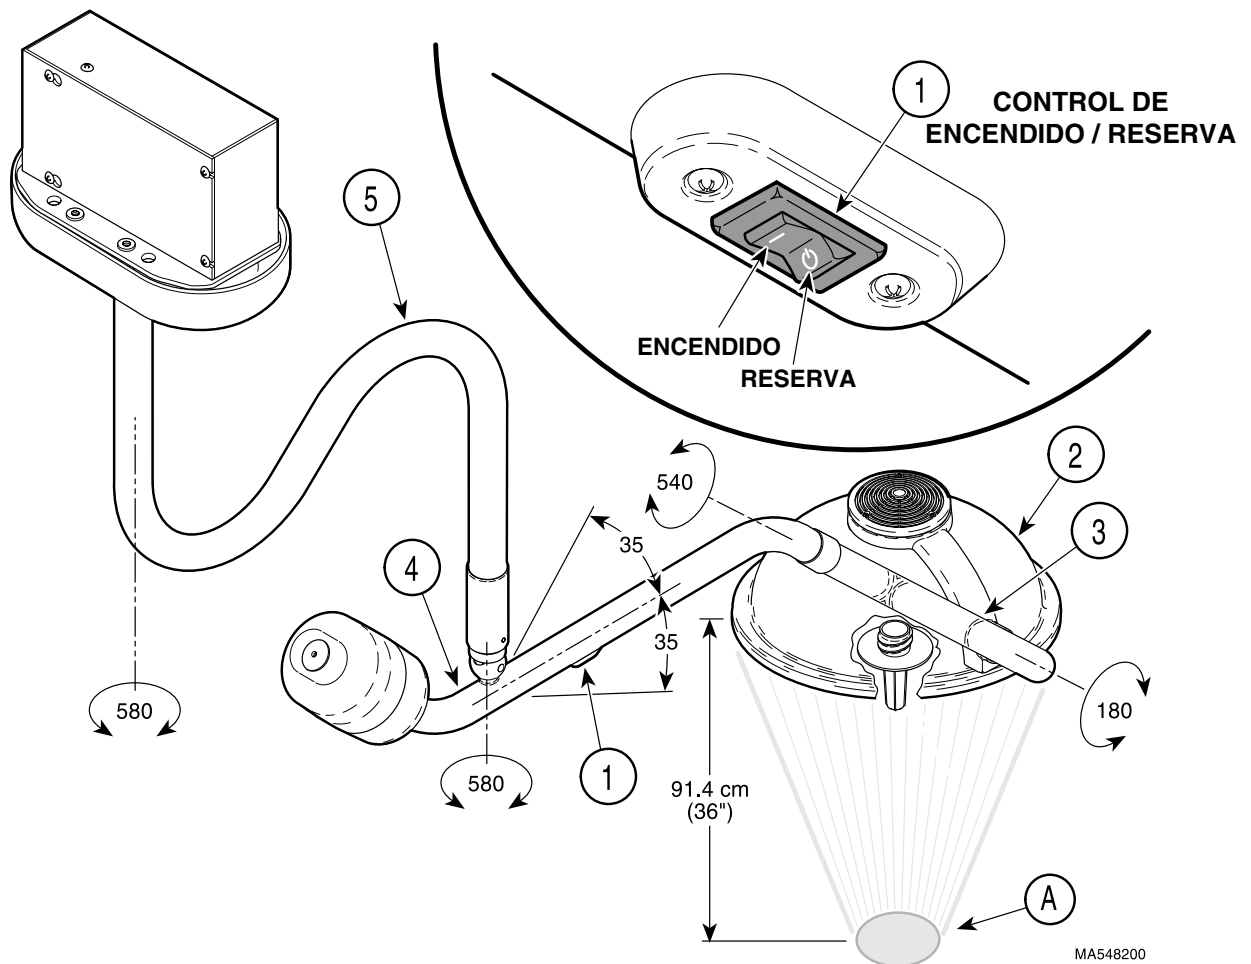

Figura 9. Prueba de funcionamiento
- (1) Girar el interruptor de ENCENDIDO / RESERVA (1, figura 9) a ENCENDIDO "I"
- (2) Observar. Debe iluminarse la luz.
- (3) Colocar la luz a 91,4 cm (36 in.) de la mesa y dirigir la luz a la mesa.
- (4) Observar. Debe haber un modelo circular de luz brillante (A) distribuido uniformemente, de aproximadamente 20,3 cm (8 in.) de diámetro, en la superficie de la mesa.
- (5) Girar la lámpara frontal (2), el tubo de la lámpara (3), el tubo transversal (4) y el tubo descendente (5) en todos los rangos de movimiento tal y como se muestra en la ilustración (Ver la figura 9). Soltar la lámpara frontal en posiciones diferentes.
- (6) Observar. La lámpara frontal debe quedar fácilmente posicionada en cualquiera de los rangos de movimiento. Cuando se suelta la lámpara frontal en cualquier posición, no debe haber desplazamiento en ninguno de los ejes.
- (7) Si se descubre algún problema, consultar la guía de resolución de problemas para obtener consejos sobre el ajuste y la reparación.